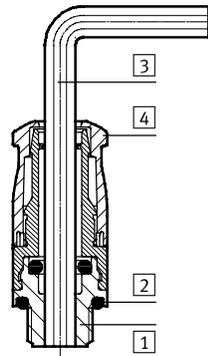

图 1
- 1) 将螺纹插头 [1] 与密封圈 [2] 拧紧至相应的部件上。直列式设计的 NPKA-D: 将内六角扳手较长的一端 [3] 通过套筒 [4] 完全插入卡口接头。六角面可与接头内部完全解除。使得内六角套筒接触到表面 (→ 图 1)